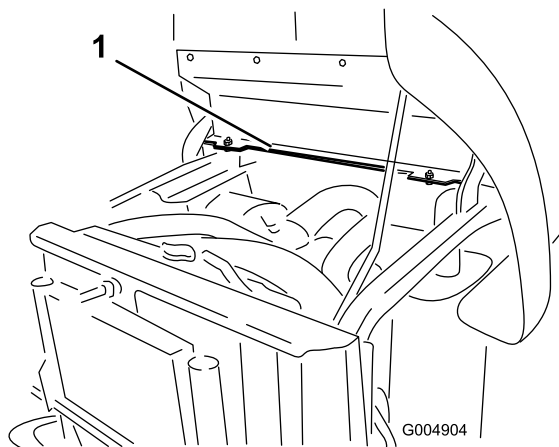

Figura 8
1. Localice los 2 taladros de montaje en el lado izquierdo del soporte del bastidor trasero (Figura 8).